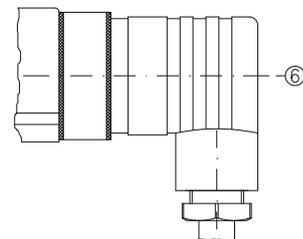

Abb. 12
- ↖ Stecken Sie die Leitungsdose ② auf den Gerätestecker ③ und ziehen Sie die Zentralschraube ⑥ an (⇒ Abb. 12).